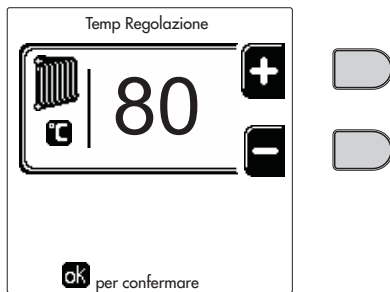
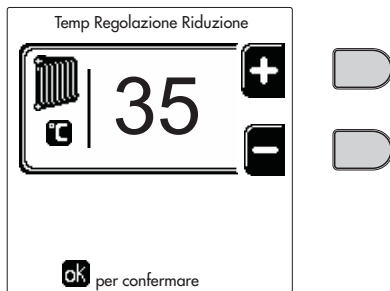
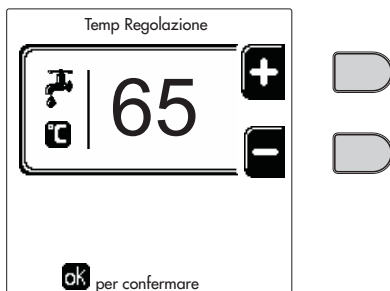
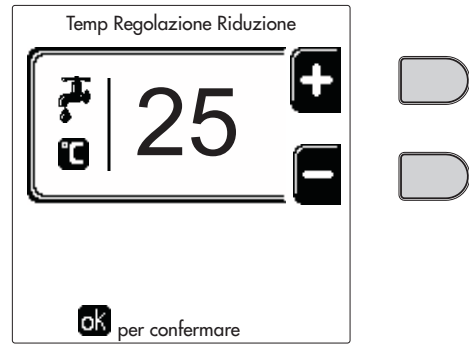

fig. 12
fig. 13
fig. 14
fig. 15
- **ON**. In caso di richiesta Riscaldamento/Sanitario, la caldaia lavora alla Temperatura di Regolazione Riscaldamento/Sanitario (fig. 12/fig. 14) impostata.
- **IR**. In caso di richiesta Riscaldamento/Sanitario, la caldaia lavora alla Temperatura di Regolazione Ridotta. La temperatura Ridotta si ottiene sottraendo il valore della Temperatura Regolazione Riduzione (fig. 13/fig. 15) alla Temperatura di Regolazione Riscaldamento/Sanitario (fig. 12/fig. 14) impostata.